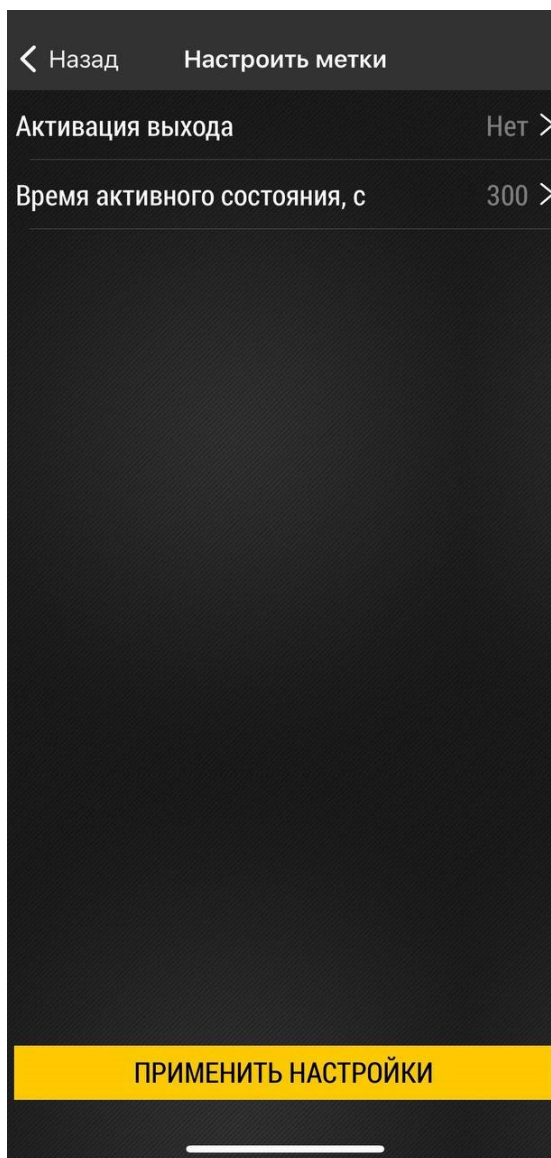

Рис.27. Настройки меток.
- После выполнения необходимых настроек для метки (или выбранных меток) из списка нажмите кнопку «**Применить настройки**» (**Рис.27**).